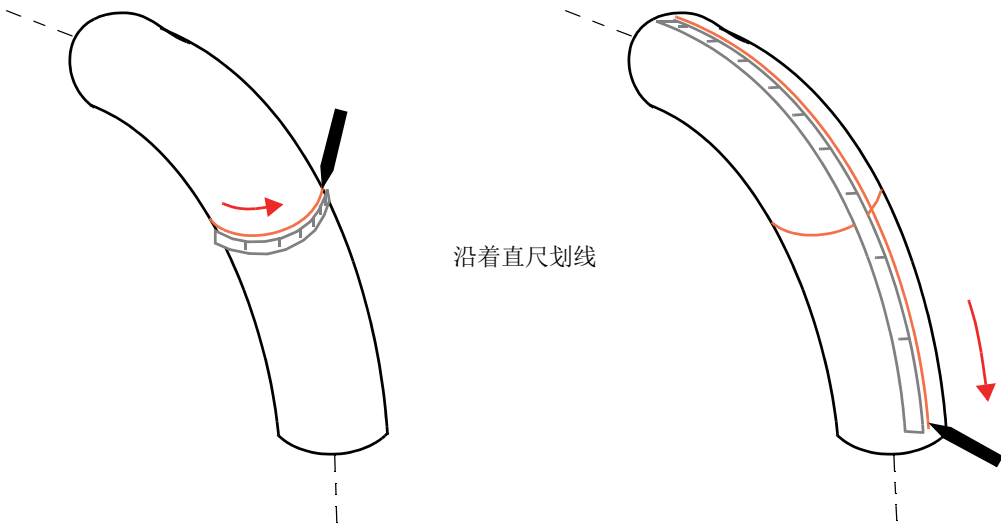

图 3-5 在弯头上划出零位线（左图）和扫查线（右图）
2. 确定零位（扫查线中点的位置），然后借助于缠绕在管道周向的磁性卷尺，划出垂直于工件纵轴的零位线（参见第32页的图 3-5的左图）。
3. 将磁性卷尺纵向放置，使直尺的一侧处于弯头或工件的最长拱背线上，然后划出平行于工件纵轴的第一条扫查线（参见第32页的图 3-5中的右图）。